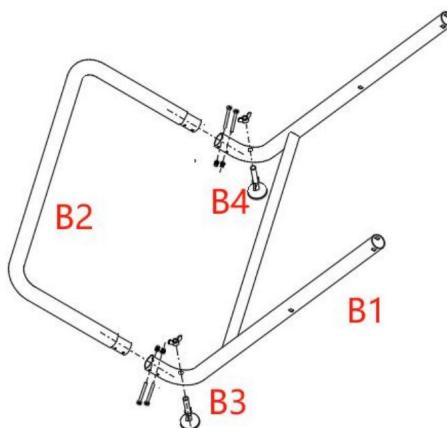

Fig.2
(Fig. 2)
4. Placez la pièce B1 à plat comme indiqué sur la figure 2, alignez les tubes en acier de la pièce B2 avec les trous du tube en acier aux deux extrémités de la pièce B1, insérez-les et alignez avec les petits trous sur le côté. Prenez deux M5 * 35 boulons et filetage les à travers la face extérieure, puis serrez l'écrou en nylon M5. Verrouillez l'autre boulon de la même manière.